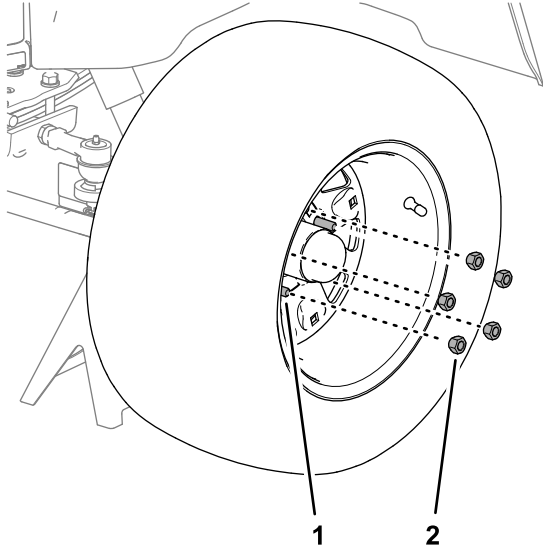

Figura 12
1. Alinee los orificios de la rueda con los espárragos del cubo de la rueda (Figura 12).
2. Monte la rueda en los espárragos con las 5 tuercas de las ruedas, y apriételas a mano (Figura 12).